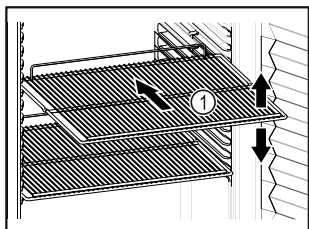

Fig. 82 Immagine a titolo di esempio
- ☐ Se è possibile spostare i ripiani Fig. 82 (1), regolarli in altezza.